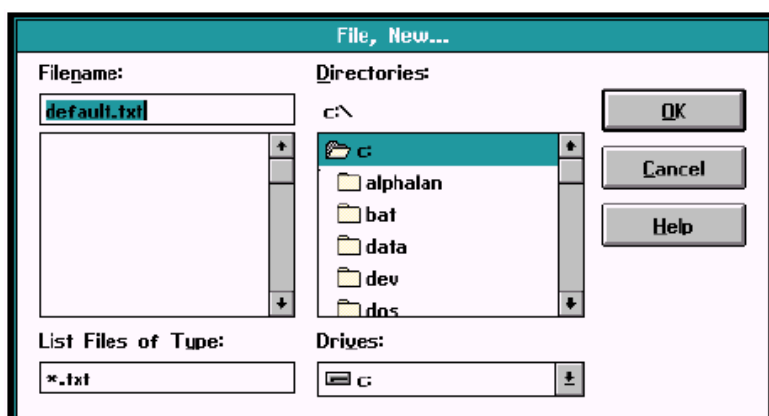

図 D-10 データファイルの作成
*Upload to PC* をクリックすると、図 D-10 に示すように IDM からファイルの作成を求めてきます。